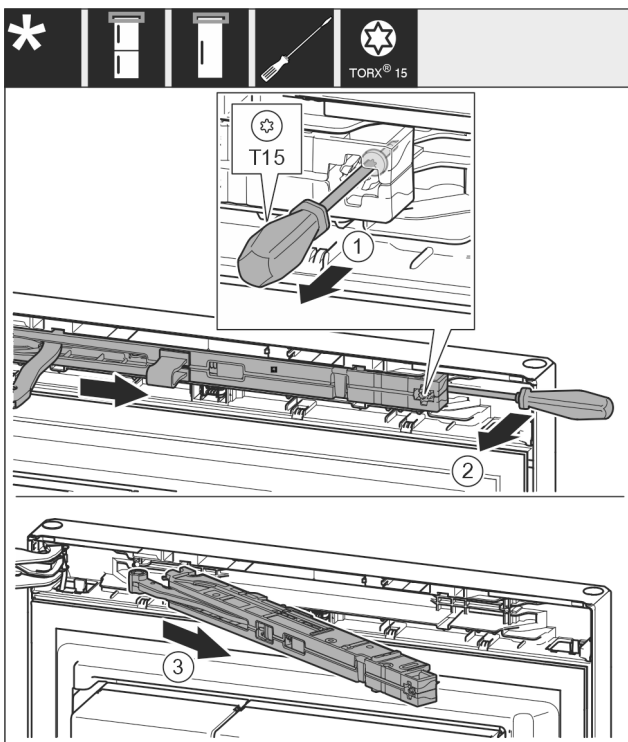

Fig. 11
- ▶ За допомогою викрутки відкрутіть гвинт Fig. 11 (1) на демферному вузлі на 14 мм.
- ▶ За допомогою викрутки посуньте демферний вузол Fig. 11 (2) з боку ручки у напрямку вперед.
- ▶ Витягніть демферний вузол Fig. 11 (3).